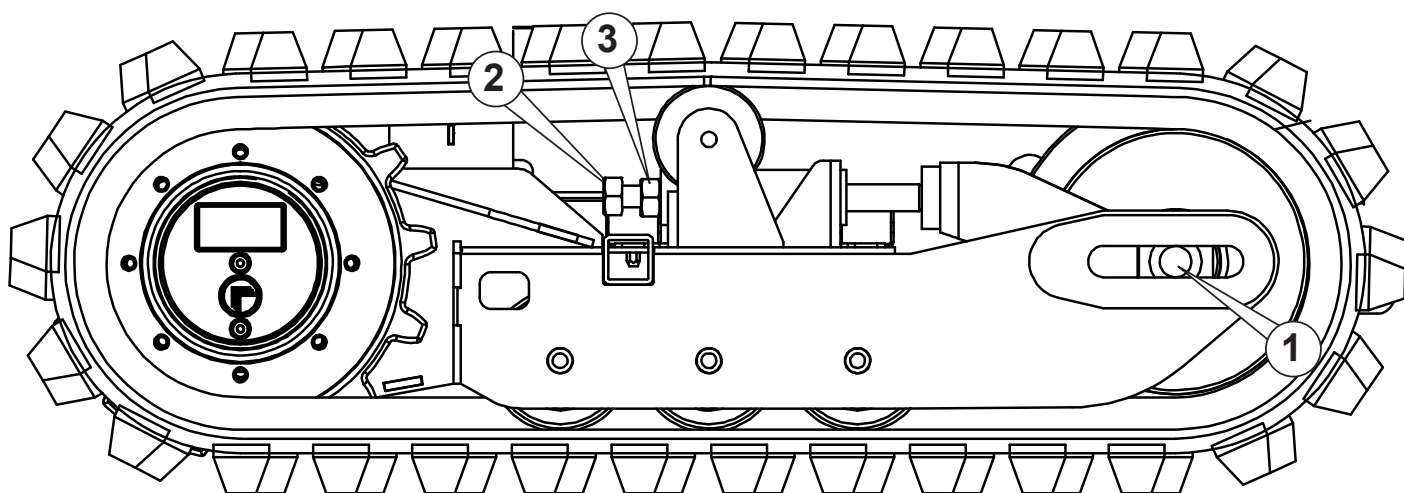

Abb. 25
- 2) Lösen Sie die Mutter (Pos. 1 Abb. 25).
- 3) Lösen Sie die Sicherungsmutter (Pos. 1 Abb. 25).
- 4) Ziehen Sie die Schraube (Pos. 2, Abb. 25) an, bis die richtige Kettenspannung erreicht ist. Durch Anziehen der Schraube wird die Kettenspannung erhöht; durch Herausdrehen wird die Kette stattdessen gelockert.
- 5) Ziehen Sie nach dem Einstellen der Kettenspannung die Sicherungsmutter (Pos. 3, Abb. 25) fest.
- 6) Ziehen Sie die Schraube (Pos. 1, Abb. 25) fest an.